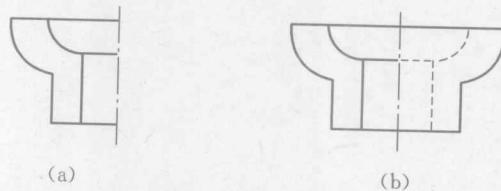

图 1-3
- (3) 如图 1-3 所示,先画出图(a),然后利用 MIRROR 和 CHANGE 命令完成图(b)。
(3) 如图 1-3 所示,先用 MIRROR 和 CHANGECOLOR 命令画图(d),然